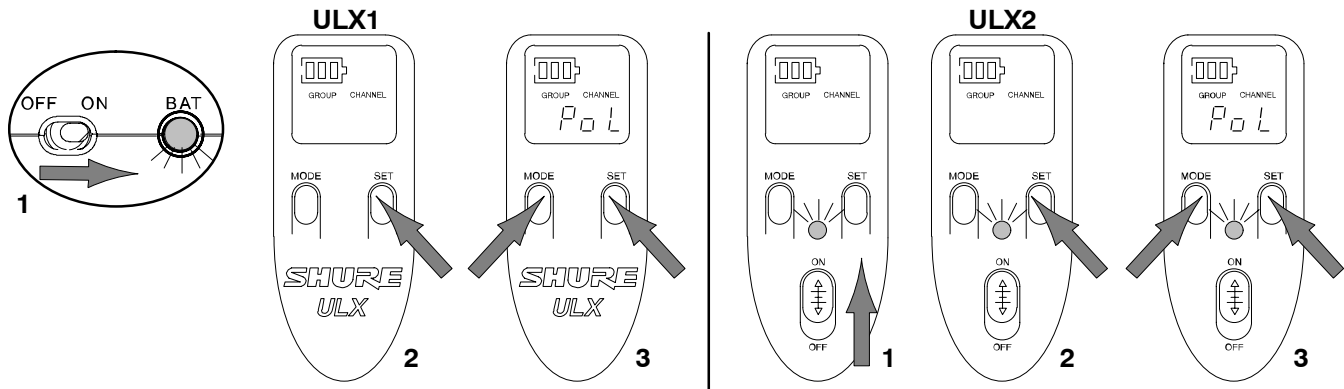

FIGURA 35
2. Mientras mantiene oprimido el botón SET, oprima sin soltar el botón MODE hasta que aparezca "Po L" en la pantalla. Vea la Figura 35. Esto indica que el interruptor de alimentación está bloqueado. El transmisor permanecerá encendido, incluso cuando el interruptor de alimentación se ponga en la posición de apagado.